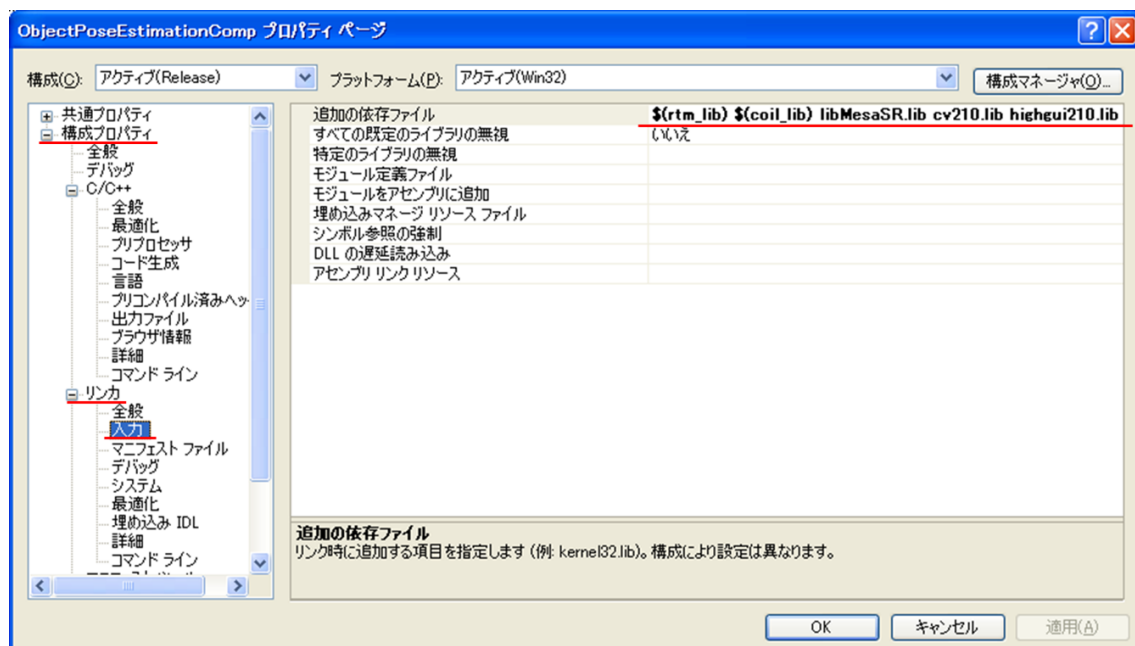

図 4 「ObjectPoseEstimationComp プロパティページ」ウィンドウの表示
- c) 次に、「ソリューションエクスプローラー」において ObjectPoseEstimationComp を選択したのち、メニューバーより「プロジェクト>プロパティ」を選択し、「ObjectPoseEstimationComp プロパティページ」ウィンドウを表示させる(図 4)。